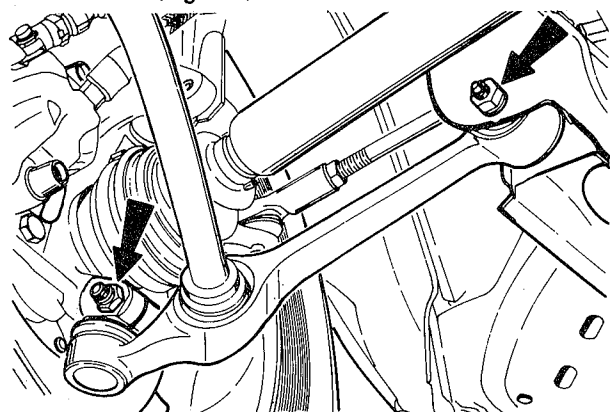

fig. 23
16. Remover o parafuso da junta esférica, do lado direito, e separá-la do suporte da ponta de eixo (fig. 23)
17. Remover o parafuso de fixação do braço da suspensão ao monobloco, soltando-o, a seguir (fig. 23)